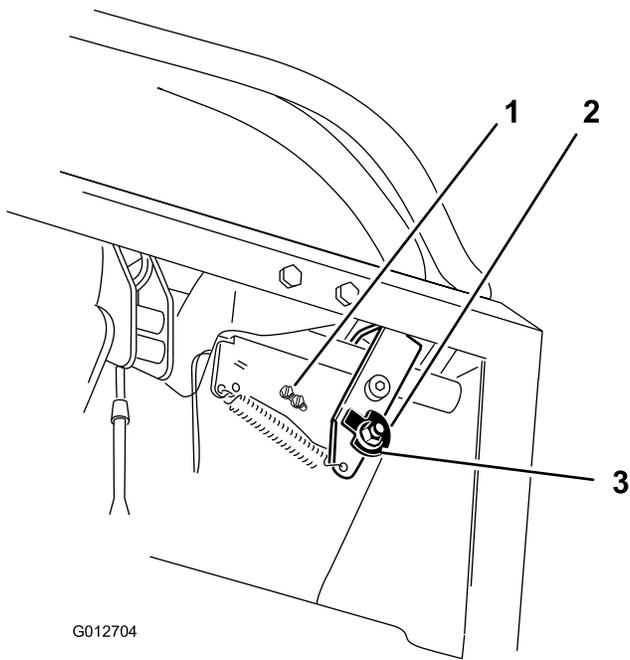
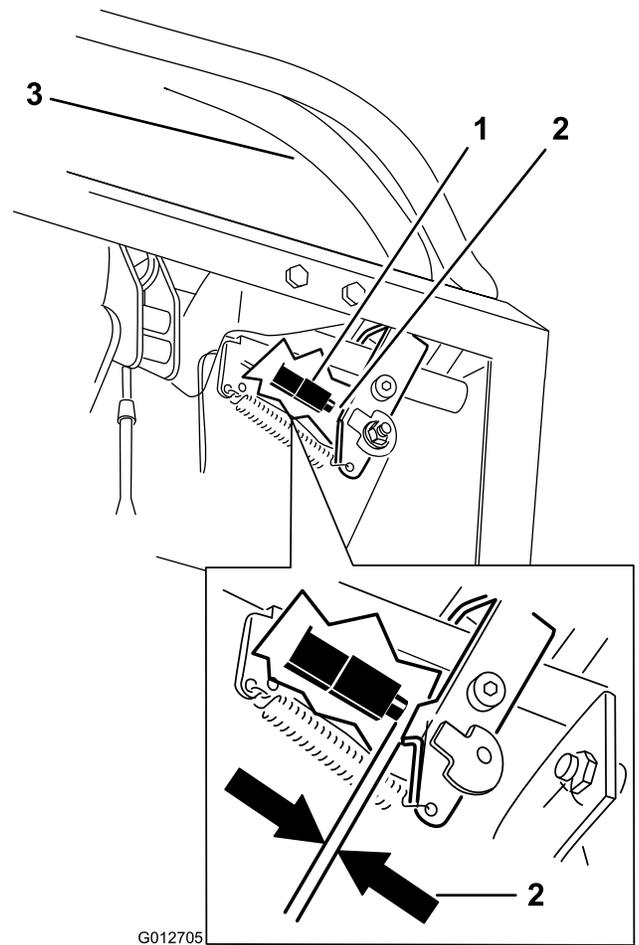

図 68
図 69
7. カムを固定しているナットをゆるめる（図 68）。
10. 図 69 に示されている、コントロールレバーとスイッチとのすき間を点検する。右側コントロールレバーがニュートラル位置でロック解除された状態で、すきまが 3mm あることが必要である。
11. 必要に応じてスイッチを固定しているネジをゆるめてスイッチの位置を調整する (図 68 と図 69)。